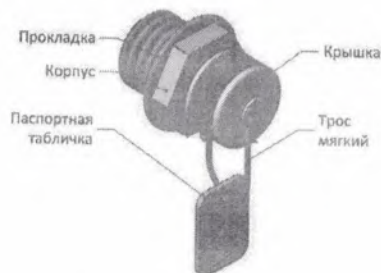

Рисунок 4 – Общий вид HART-порта
1.3.5 HART-порт (см. рис. 4) является Ех-компонентом и представляет собой конструкцию из металлического корпуса (сталь 03Х18Н11 или аналог) с наружной резьбой под вводное отверстие в корпусе трансмиттера, прокладки и крышки с внутренней резьбой. Внутри корпуса установлены две платы с радиокомпонентами (блок искрозащиты, залитый компаундом, плата соединительная с контактами для подключения коммуникатора).